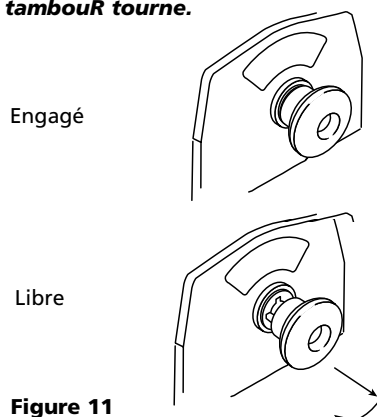

Figure 11
Tirez sur la poignée d'embrayage et tournez-la en position "Libre" de la manière indiquée à la Figure 11. S'il y a une charge sur le câble, il est possible qu'il soit difficile de déplacer la poignée d'embrayage. **NE FORCEZ PAS LA POIGNÉE D'EMBRAYAGE.** Relâchez la tension de l'embrayage en faisant jouer un peu de câble. Relâchez l'embrayage, déroulez du câble en le tirant et attachez-le à une ancre ou à la charge. Vérifiez qu'il reste un minimum de cinq (5) tours de câble sur le tambour. Engagez à nouveau le tambour en remettant la poignée d'embrayage en position "engagée". (Voir la Fig. 11.)